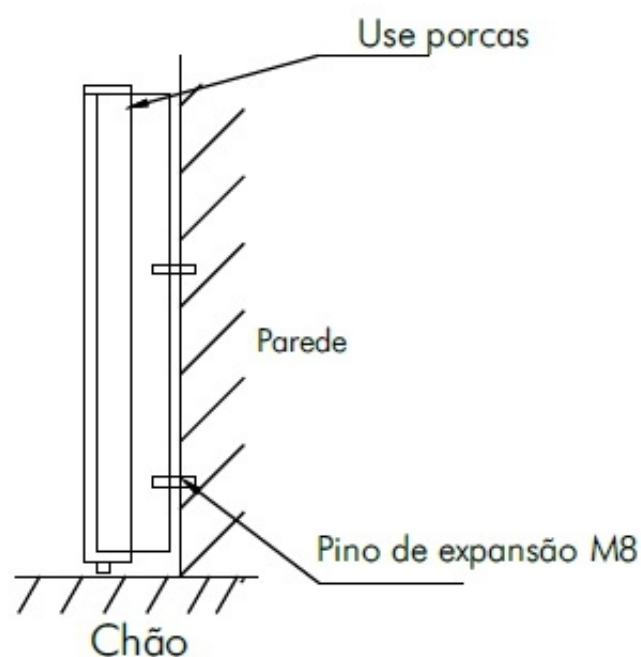

Fig. 7
- c. ajuste o nível da unidade e aperte os pinos (Fig. 7).